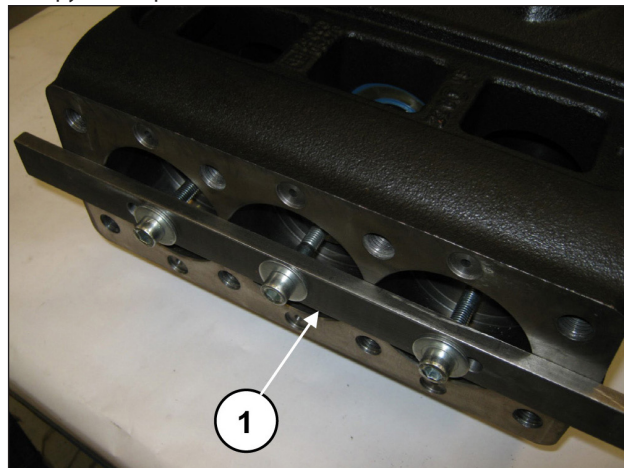

Рис. 19
Полностью продвиньте половинки подшипников в сторону гидравлической части, чтобы коленчатый вал мог выйти. Для облегчения операции используйте специальный инструмент (арт. 27566200), (поз. ①, Рис. 19).